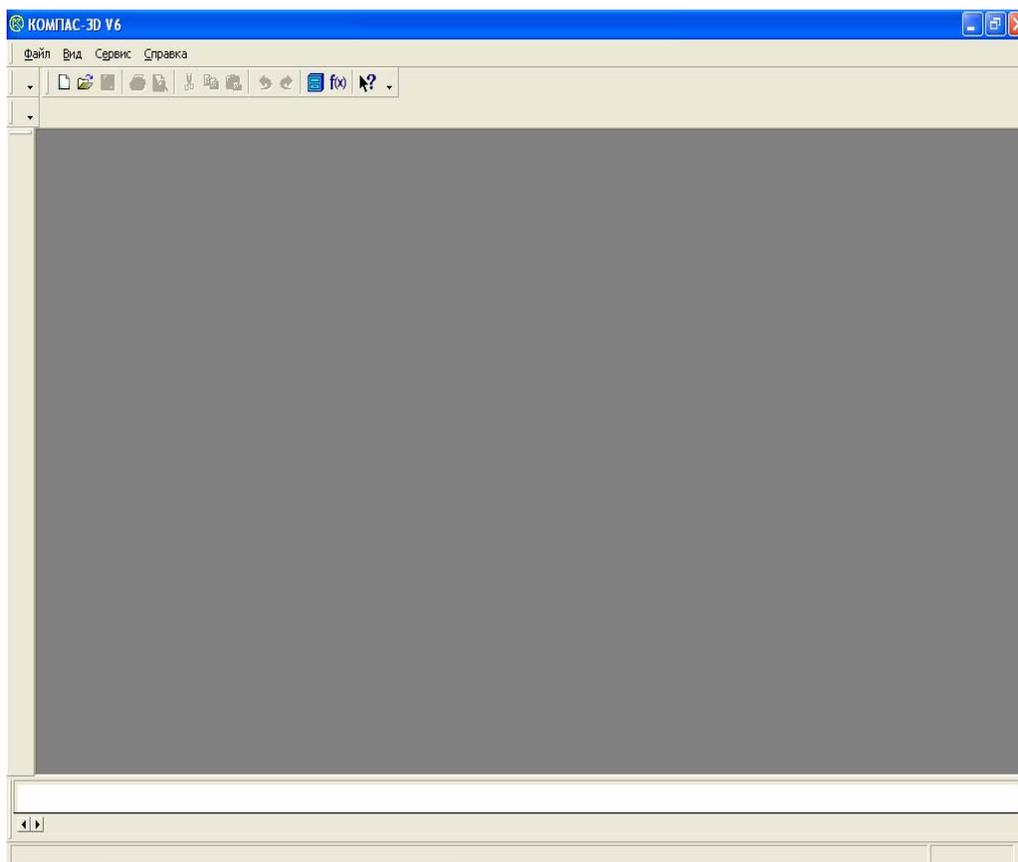

Рис.1. Главное окно системы КОМПАС-3D-V6
- главное меню, состоящее из многочисленных пунктов, расположенных во второй строке главного окна системы (рис.1);